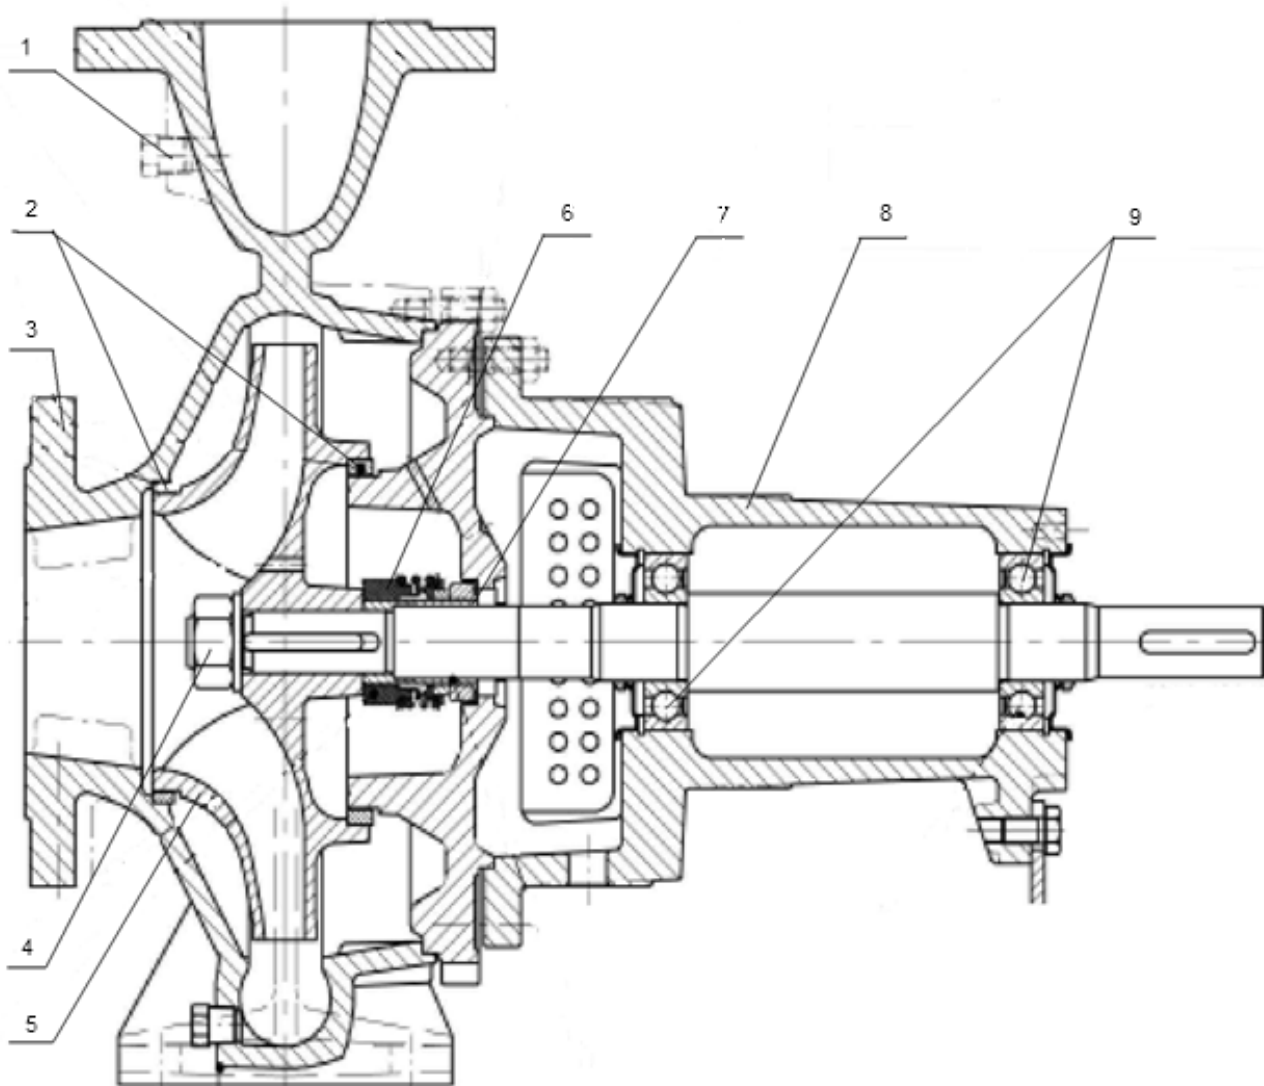

Рис. 4.Общий вид насоса ЦНК.
4. Открутить гайку (болт) рис. 4 поз. 4 и снять вместе с шайбой;